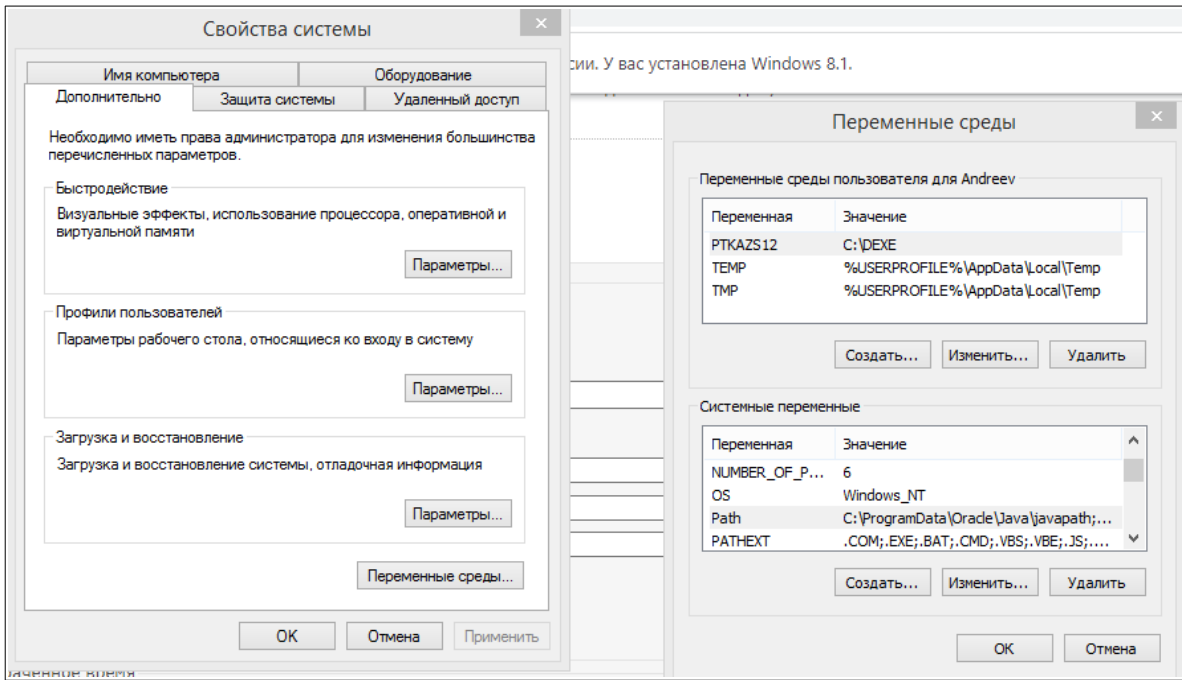

Рис. 16
Рис. 16а
Рис. 16б
Рис.16в
Рис.16г
3. На АЗС в «ПТК АЗС. Сервер» в настройках «СБП Кассовая ссылка» (Настройки\Настройки системы «СБП Кассовая ссылка») в поле «Соединение» укажите необходимые параметры, выданные работниками Сбербанка при заключении договора (рис.16д):
Рис. 16д
Рис. 16е
Для настройки уровнемера в окне «ПТК АЗС Графический конфигуратор» выполните щелчок правой кнопкой мыши на созданном объекте «Уровнемер». Щелчком левой кнопкой мыши на меню «Свойства» откройте окно «Настройка уровнемера» (рис.16).
В окне «Настройка уровнемера» (рис.16) можно подключить или отключить уровнемер, в поле «Тип уровнемера» выбрать его тип (СТРУНА, ПМП-200, ПМП-118, ПМП-201, Veeder-Root, Игла, Гамма, Petrovend4,УЗИ,СТРУНА Modbus, БАРС(БУК-02), ПМП Modbus, Гамма БСД4, OmniComm,Тензо-М), задать или изменить соответствие адресов резервуаров уровнемеру.